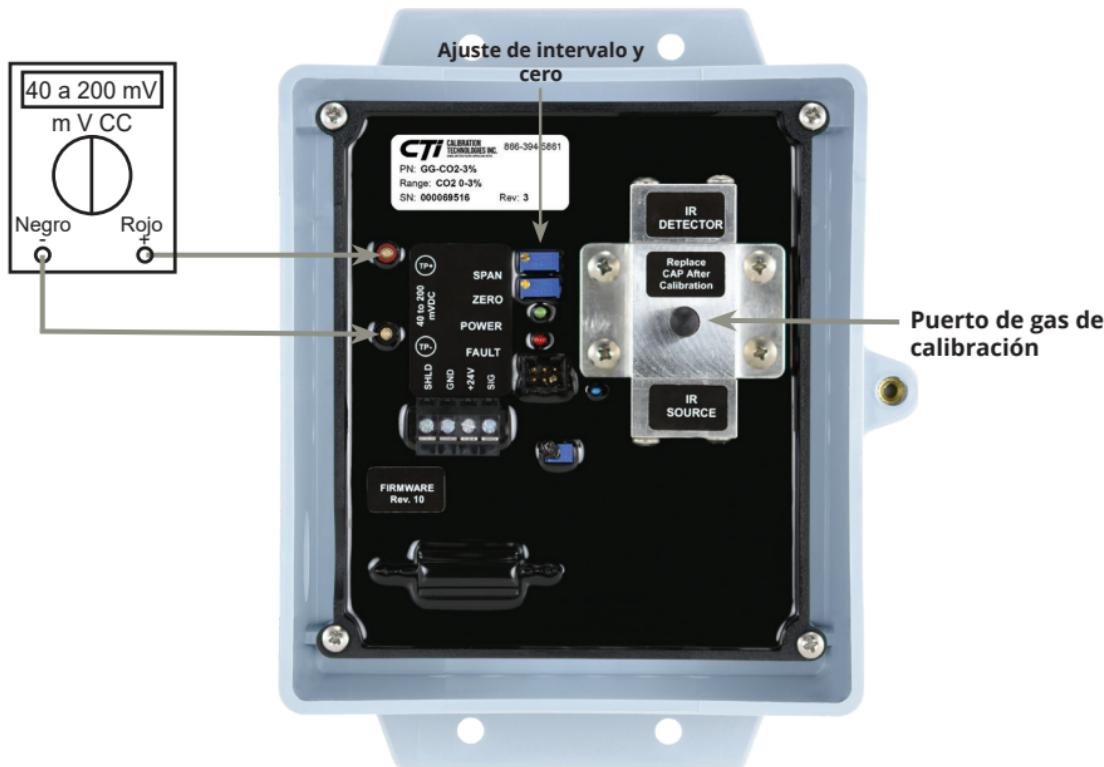

Figura 2: Salida del sensor y ajustes a cero/intervalo
- Ajuste el potenciómetro "Zero" (Cero) hasta que el voltímetro muestre los siguientes mV CC en los puntos de prueba [-] y [+]. (consulte la Figura 2).
- Conecte el tubo al puerto de calibración del tubo infrarrojo. (consulte la Figura 2)